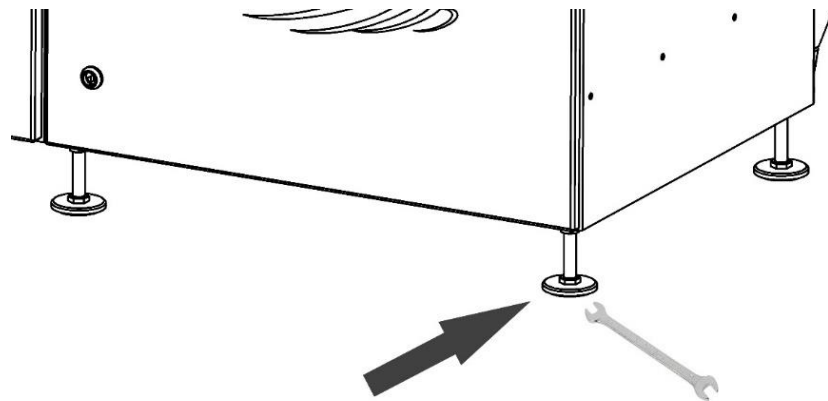

Рисунок 5
5.2.1 Поднять корпус стола над поверхностью пола при помощи грузоподъёмной техники, ввинтить в отверстия на нижней поверхности корпуса стола опоры (входят в комплект). Установить стол сварщика на месте его эксплуатации, отрегулировать устойчивое горизонтальное положение с помощью опор (рисунок 5).